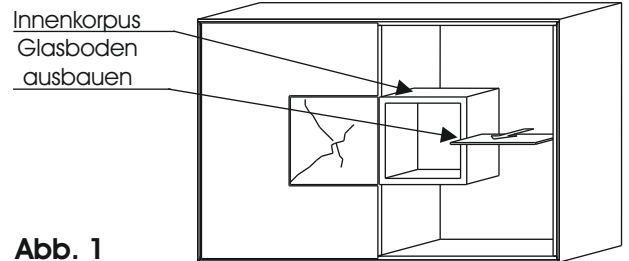

Abb. 1
- Entfernen Sie die Vitrinenfront und ziehen den Glasboden, der sich neben den Innenkorpus befindet, heraus. (Abb. 1)